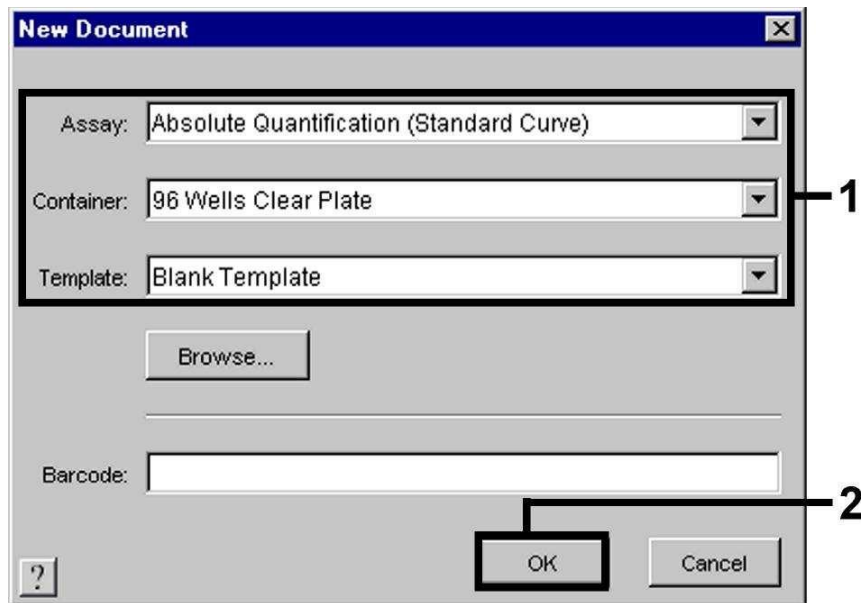

Fig. 16: Preamjustes al crear un nuevo ensayo de PCR (*New Document*).
Seleccione la opción *New* del menú *File* en el *ABI PRISM 7900HT SDS* e introduzca los siguientes ajustes básicos para el nuevo documento (véase la Fig. 16). El ensayo grabado anteriormente (*ABI PRISM SDS Template Document [*.sdt]*) aparece en la lista *Template* o bien puede seleccionarlo mediante la función *Browse* (véase 8.5.3.5 Almacenamiento de la reacción de PCR). Confirme sus datos (OK).